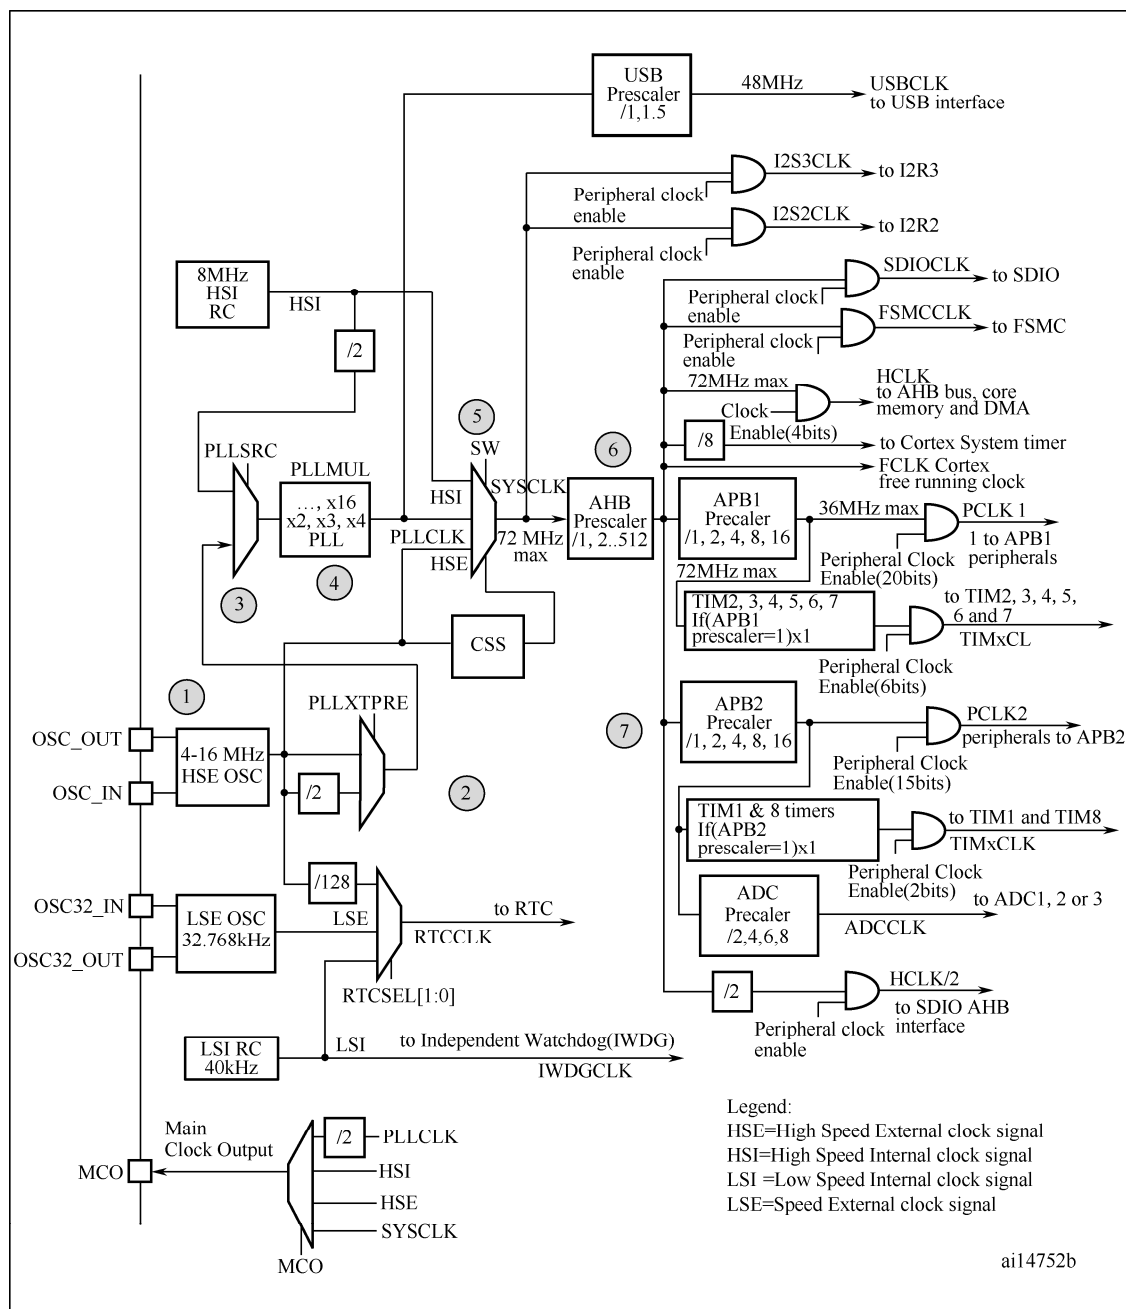

图 1.3 STM32 微控制器的时钟树
而 STM32 微控制器的时钟树则是可配置的，其时钟输入源与最终达到外设处的时钟速率不再有固定的关系。图 1.3 是 STM32 微控制器的时钟树。要学会 STM32，必须理解时钟树的输入和输出关系。现以图 1.3 中的圆框数字序号标示的部分所示，说明时钟输入与时钟输出之间的关系，输入至输出之间的路径一可表示为①-②-③-④-⑤-⑥-⑦，当然也可以选择路径二：①-⑤-⑥-⑦。此处以路径一为例，做以下具体分析。